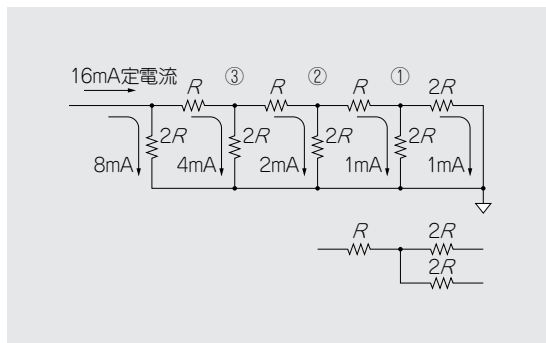

図9.3 R-2Rラダー
図9.3にR-2Rラダーと呼ばれる回路網を示します。使用している抵抗は $R[\Omega]$ と $2R[\Omega]$ の2種類です。この回路で、たとえば一番右端①の点から右側を見た抵抗は $2R$ と $2R$ の並列接続ですから、合成抵抗は R です。②の点から右側を見ても、前述の合成抵抗の R と次の R で $2R$ と、縦の枝の $2R$ との合成で R です。すべての節(node)でこの関係があります。そして各節から流れ出す電流は $2R$ と $2R$ に分流しますから、等しくなるはずですが。この回路に左端から $16mA$ の定電流を流したと仮定すると、各縦の枝には、図示したように、 $8mA$ 、 $4mA$ 、 $2mA$ 、 $1mA$ の電流が流れます。この値はちょうど2進数の並びですから、各縦の枝の電流を、デジタル数の各ビットでスイッチしてやれば、デジタル値がアナログの電流値に変換できることがわかります。